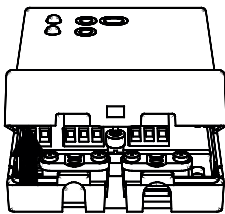

Figure 2
- Soulevez le cache-câbles en exerçant une légère pression, et ce, jusqu'à l'extraction complète (figure 2).